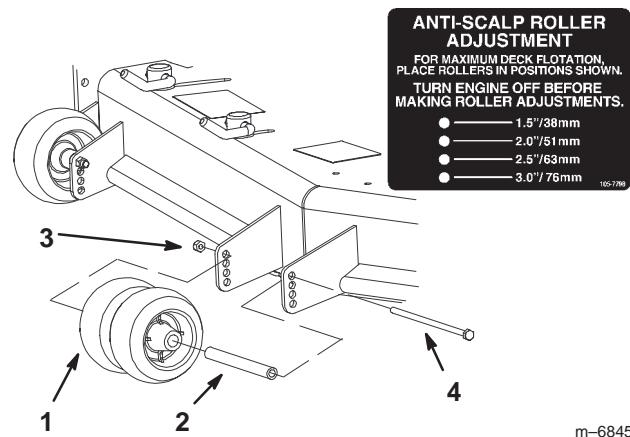

Figure 19
- Remarque :** Les deux rouleaux centraux ne sont pas munis d'entretoise (Fig. 19).